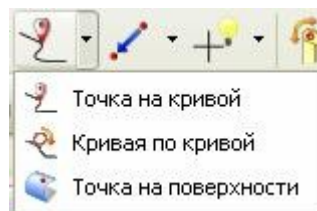

рис.14
- Сложные движения точки по кривой и поверхности показаны на рис. 14.